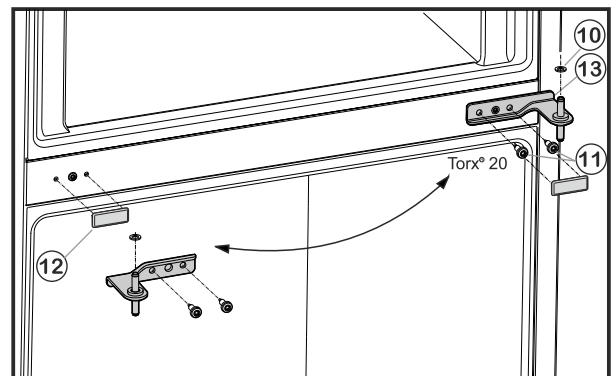

Fig. 6
- ▶ Викрутіть гвинти кріплення Fig. 6 (11) (2 шт. Torx® 20) та вийміть середній кронштейн з нижніх дверцят.
- ▶ Зніміть пластикову шайбу Fig. 6 (10).
- ▶ Обережно зніміть кришку Fig. 6 (12).
- ▶ Встановіть кришку Fig. 6 (12) на протилежному боці.
- ▶ Вставте середній опорний кронштейн Fig. 6 (13) повернувши його на 180°, у нижні дверцята і прикрутіть за допомогою гвинтів кріплення Fig. 6 (11) (2 шт. Torx® 20) до нового боку шарніра (**з моментом 4 Нм**).
- ▶ Знову встановіть пластикову шайбу Fig. 6 (10).
- ▶ Встановіть верхні дверцята на середній опорний кронштейн Fig. 6 (13).